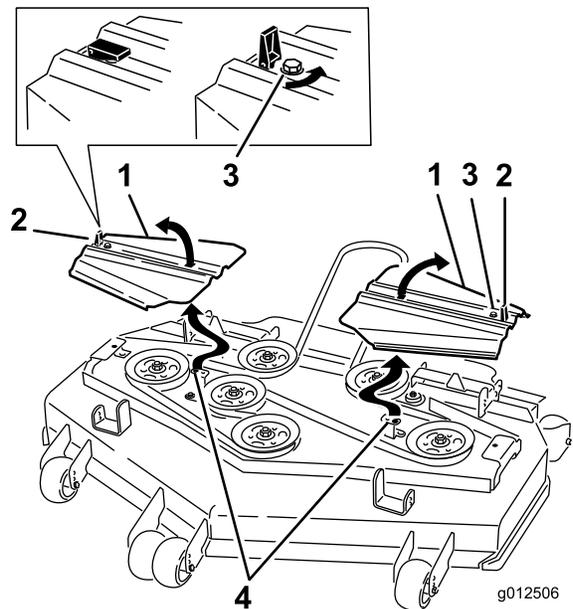

Figure 90
14. Posez les couvercles de courroies en engageant les languettes dans les rainures. Posez les vis et fermez les verrous (Figure 90).